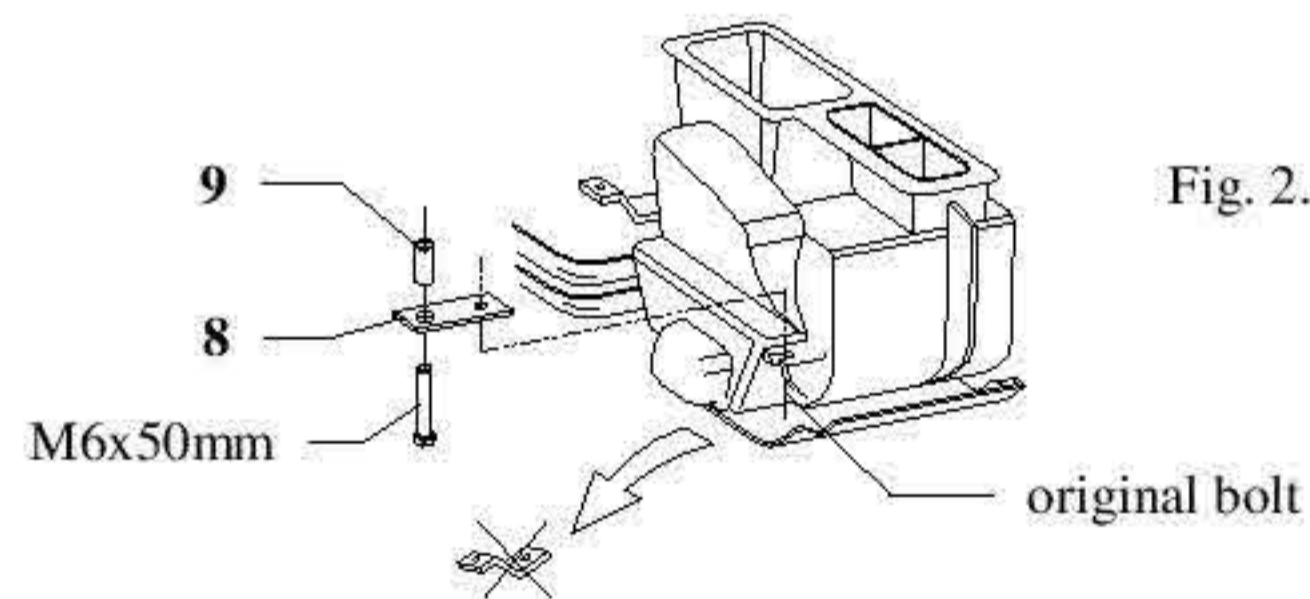

Fig. 2. Filter installation
2. În versiunea lungă cu aer condiționat demontați un filtru (fig. 2).
7. În versiunea lungă cu aer condiționat asambla filtrul (vezi fig. 2).